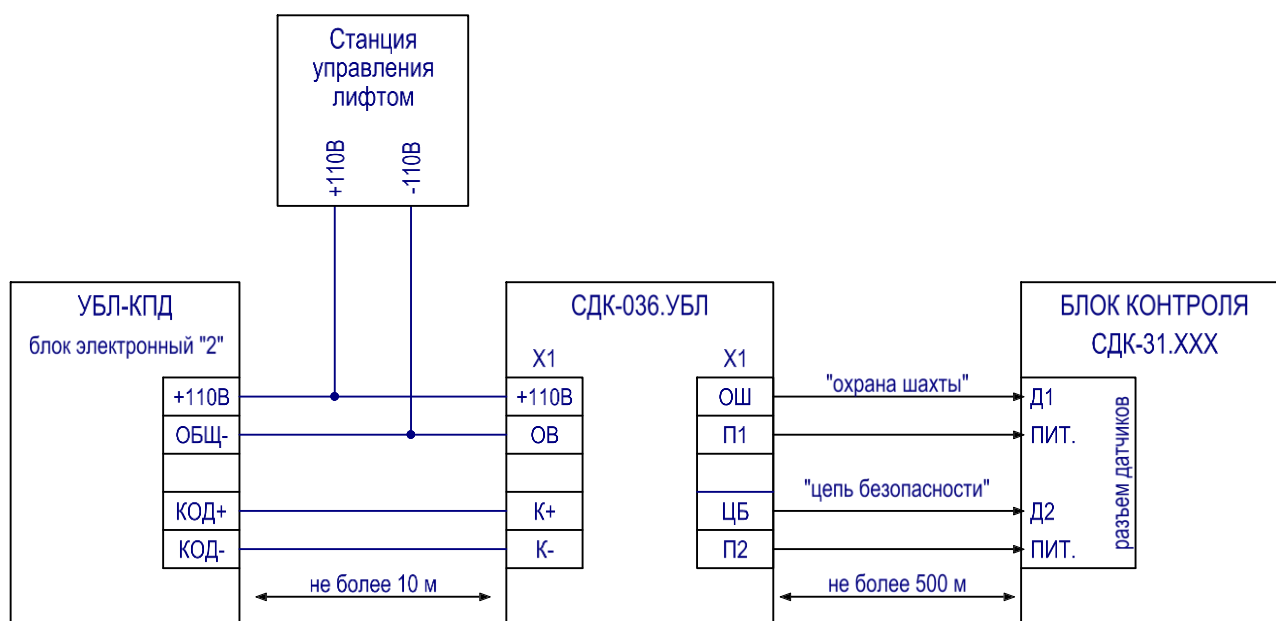

Рис. 1. Схема подключения формирователя СДК-036.УБЛ
Схема подключения представлена на рис. 1.
3. Осуществить монтаж согласно рис.1, не подключая линии связи с БК.